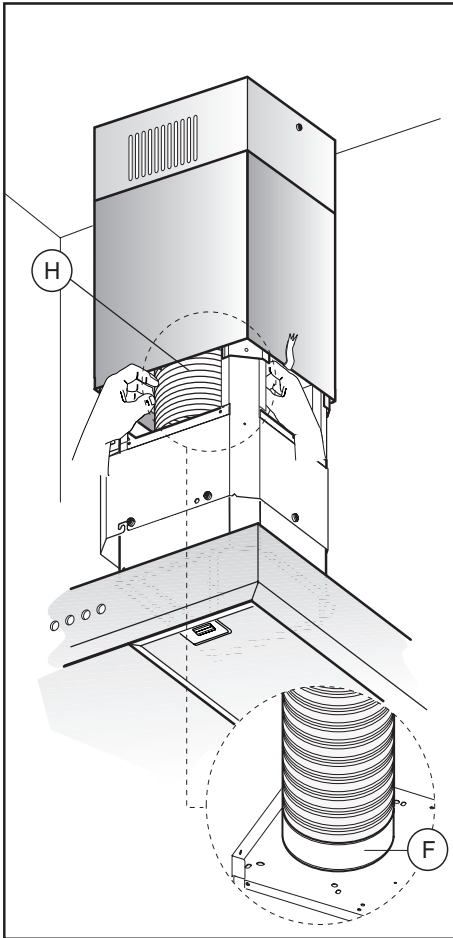

Fig.11
- Fixer le tuyau d'évacuation air **H** (pas fourni avec l'appareil) sur la bride de raccordement **F** (Fig.11)